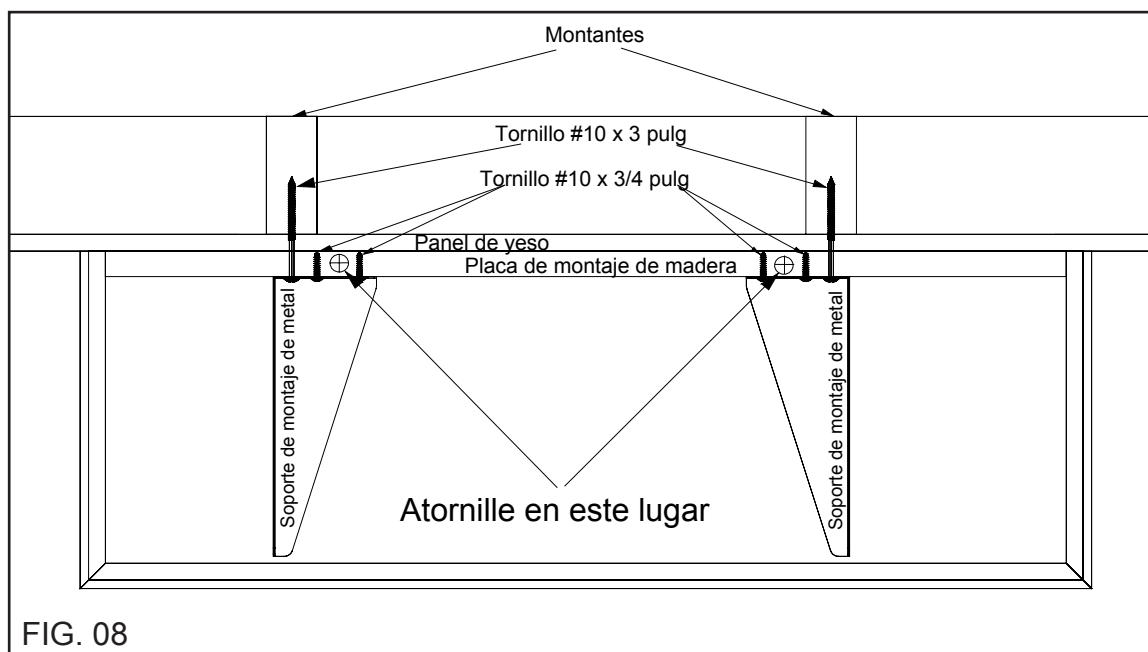

FIG. 08
Step 8: When you are satisfied that the **Floating Shelf** is located correctly, screw or pin the **Floating Shelf** to the **Wood Mounting Plate** as shown. When using the **#6 x 3/4-in Flat Head Screws** provided, drill 1/8-in dia pilot holes in the **Floating Shelf** at the 2 locations shown in Fig. 08 prior to inserting the screws.
Paso 8: Cuando considere que el estante flotante está colocado correctamente, atornille el estante flotante a la placa de montaje de madera como se muestra. Cuando utilice los tornillos de cabeza plana #6 x 3/4 pulg, perfore orificios guía de 3,17 mm de diámetro en los estantes flotantes, en los dos lugares que se muestran en la Fig. 08 antes de insertar los tornillos.